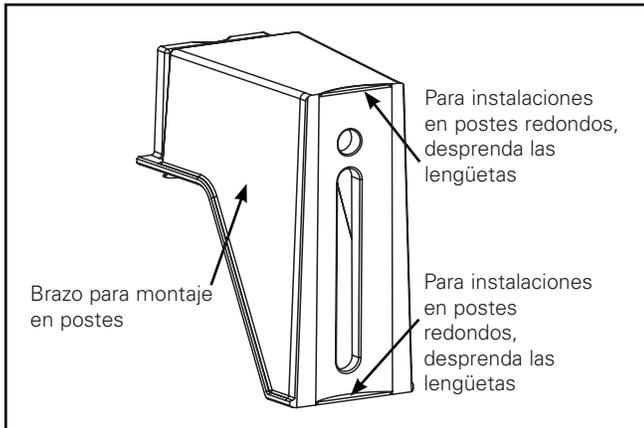
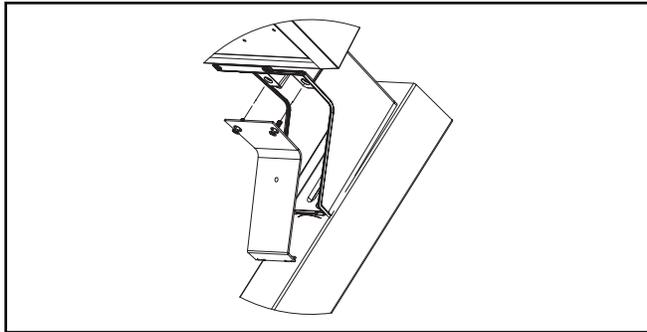

Figura 1.
Figura 5.
Brazo del lado del alojamiento instalado en fábrica - Opción (Figura 1. – Figura 5.)
1. El brazo para montaje en postes está diseñado para un poste cuadrado o redondo. Para instalar la luminaria en un poste redondo se deberán retirar las lengüetas troqueladas del brazo de montaje. Sujete las lengüetas troqueladas con una pinza y despréndalas. (Figura 1.)
Nota: Asegúrese de que los terminales del lado de la alimentación de la luminaria no queden "mordidos" entre la cubierta y el brazo de montaje. (Figura 5.)